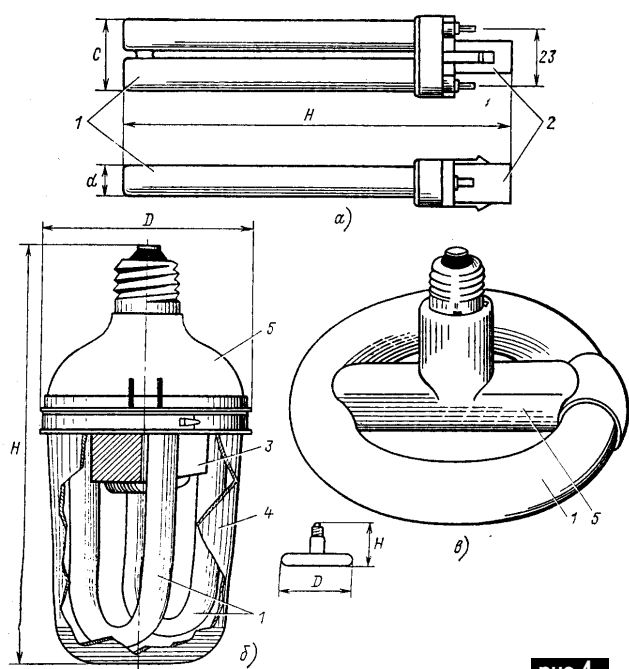

рис.4
ным цоколем, выносной пускорегулирующей аппаратурой (ПРА) и встроенным стартером (рис.4,а, где 1 - разрядная трубка; 2 - специальный цоколь G23 с вмонтированным внутри его стартером и конденсатором).
2. С призматической или опаловой внешней оболочкой, сложно изогнутой разрядной трубкой, стандартным резьбовым (или штифтовым) цоколем и встроенным стартером и ПРА (рис.4,б, где 1 - разрядная трубка; 3 - дроссель; 4 - внешняя колба; 5 - полая часть корпуса, внутри которой смонтированы дроссель, стартер, конденсатор, тепловой выключатель).
3. Кольцевые, без внешней оболочки, со стандартным резьбовым (или штифтовым) цоколем и встроенным стартером и ПРА (рис.4,в).